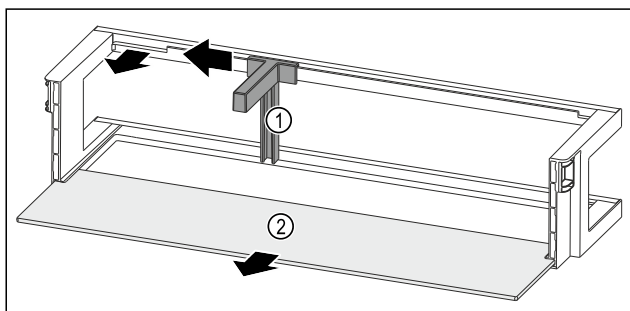

Fig. 147 Лотки на дверцятах із тримачем пляшок і полицю
- ▶ Пересуньте тримач пляшок Fig. 147 (1) убік до пазу.
- ▶ Вийміть тримач пляшок Fig. 147 (1).
- ▶ Дістаньте полицю Fig. 147 (2).